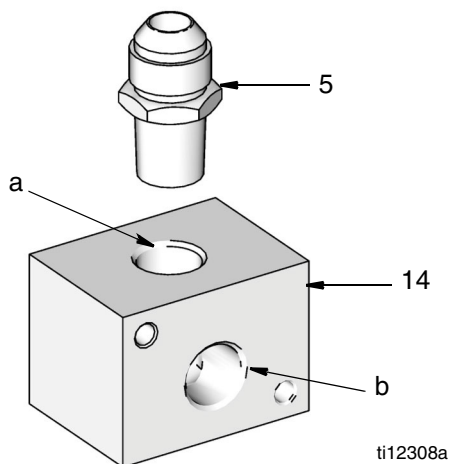

ABB. 11
1. Installieren Sie den Adapteranschluss (5) in der Öffnung (a) des Verteilers (14). Gut festziehen. Zur Ermittlung der richtigen Installationsposition siehe ABB. 11.